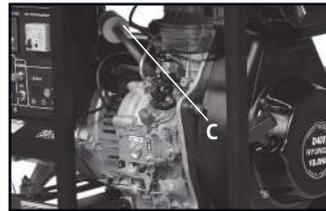

Рис. 10
- Этот фильтр (рис.10, С) необходимо заменять по мере его загрязнения, через 300 часов работы генератора, но не реже чем раза в год.